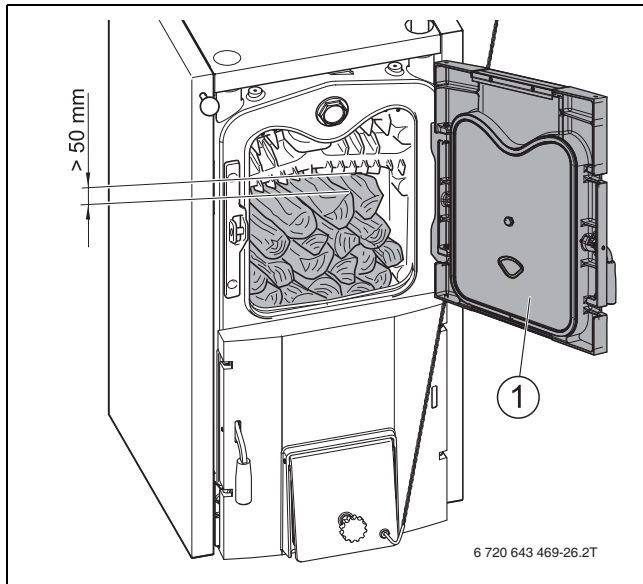

Fig. 9 Añadida del combustible madera
**Observar en caso de fuego con madera:** añadir únicamente la cantidad de manera necesaria para que entre el tronco de leña más alto y el borde superior del horno quede una distancia de al menos 50 mm (→ fig. 9).